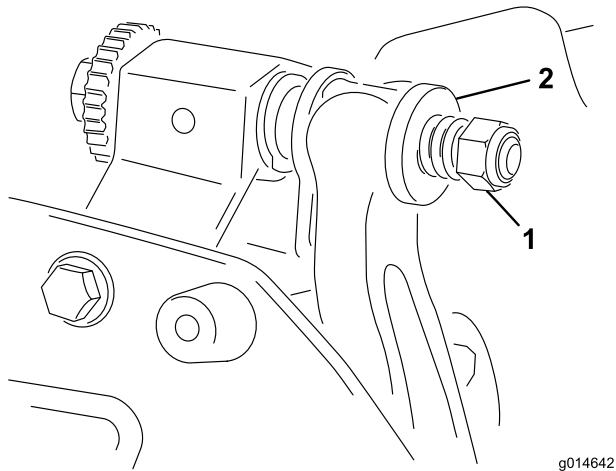

Bild 19
4. Ziehen Sie die Federspannungsmutter an, bis die Feder zusammengedrückt ist, drehen Sie sie dann eine $1/2$ Umdrehung heraus (Bild 19).